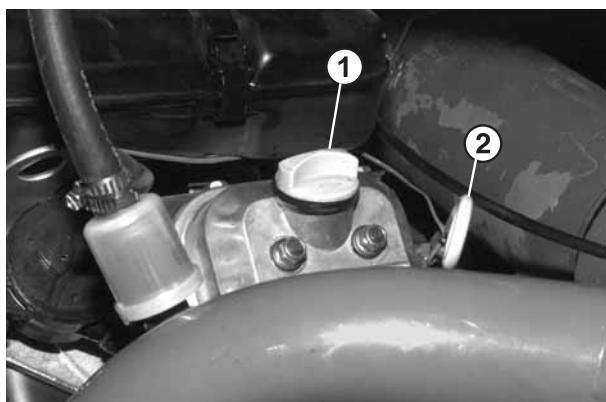

Fig. 9.5.1
- 3 Quite el tapón de llenado (Fig. 9.5.1) y llene el depósito de aceite nuevo hasta la marca de máximo de la varilla (Fig. 9.5.1). Consulte las especificaciones para obtener detalles sobre el grado y la cantidad de aceite.